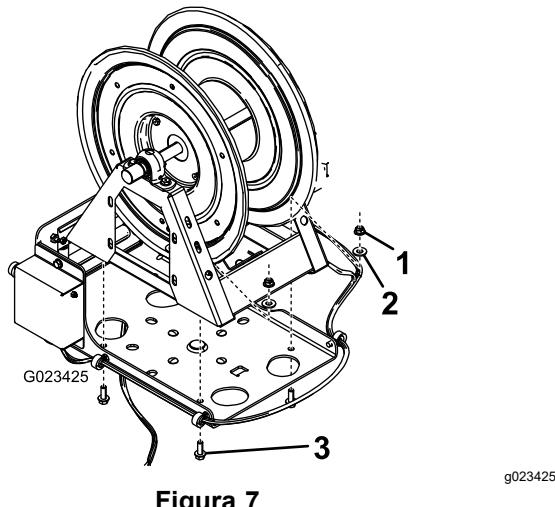

Figura 7
7. Prenda o cilindro da tubagem à placa articulada utilizando 4 parafusos curtos (3/8 pol.), 4 anilhas pequenas e 4 porcas flangeadas (3/8 pol.) como se mostra na Figura 7.